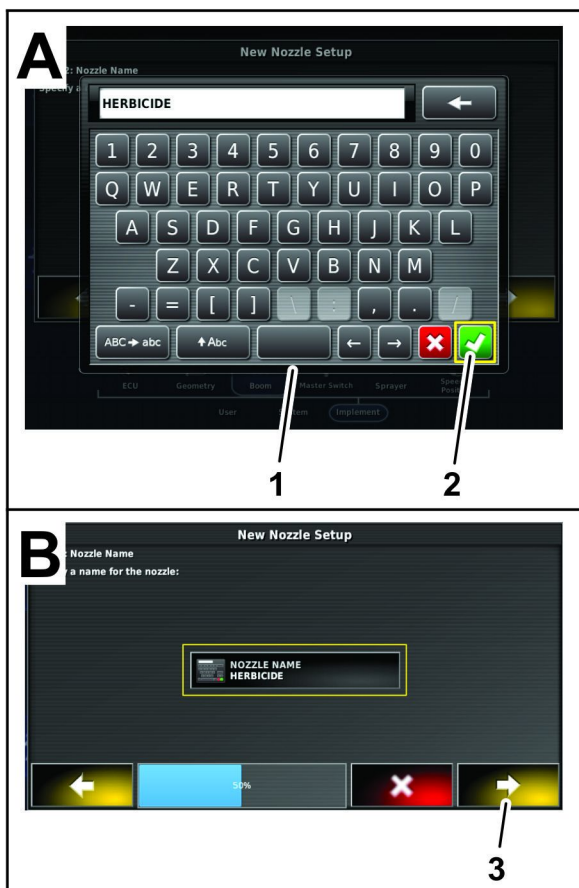

图 79
- 7. 用显示屏键盘输入喷嘴名称然后按确认图标图 79。
8. 在新喷嘴设置对话框中——第 2 步按确认图标图 79。
9. 在新喷嘴设置对话框中——第 3 步按确认图标图 79。